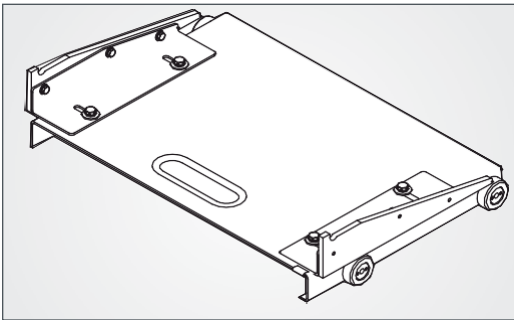

Fig. 11.1
- Pour l'accès aux contacts fixes derrière les volets : utiliser un dispositif de levage de volet (Fig. 11.1). Le maniement du dispositif de levage de volet correspond à celui-ci des tiroirs standards (HVX, UTX).